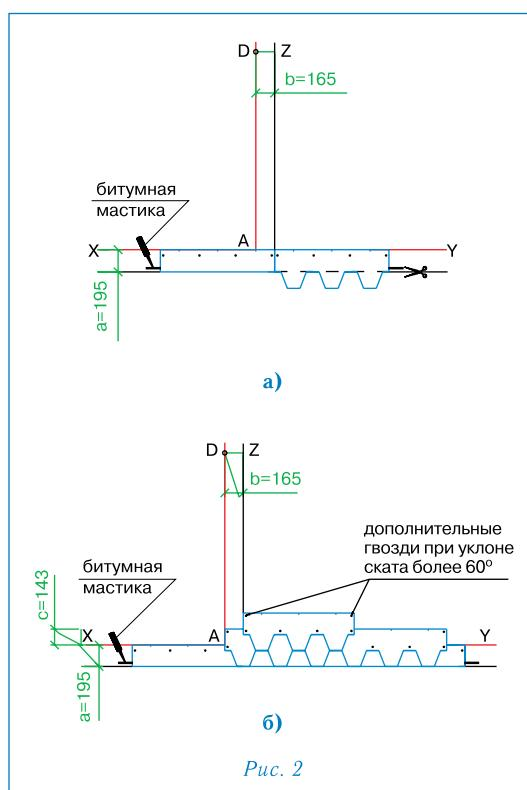

Рис. 2
Укладка материала (рис. 2)
- Начальный ряд формируется из листов черепицы ВЕСТ с обрезанными лепестками. Полученные таким образом полосы шириной 19,5 см укладываются по линии карниза в обе стороны от линии Z (рис. 2а) и фиксируются по нижнему краю битумной мастики, а по верхней кромке 4 гвоздями (ось гвоздей на 5 см ниже верхнего края полосы);
- далее первый ряд черепицы укладывается от линии AD (рис. 2б);
- второй ряд укладывается от линии Z (со смещением 16,5 см от AD) (рис. 2б);
Каждый лист гибкой черепицы ВЕСТ крепится 4 гвоздями таким образом, чтобы гвоздь прошивал и верхний край низлежащего листа черепицы (рис. 2б).